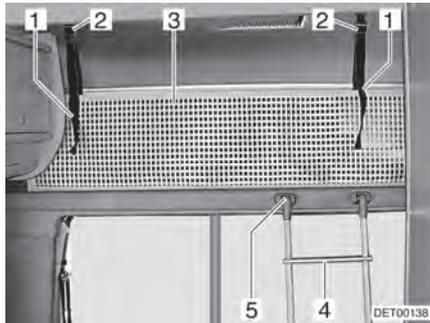

Fig. 70 Cama de alcoba
Para subir a la cama de alcoba, utilizar la escalera de ascenso (Fig. 70,4) equipada de serie.
- Enganchar la escalera con los largueros en el soporte (Fig. 70,5) del panel de la alcoba.
La red de seguridad (Fig. 70,3) viene de serie entre el colchón y el somier. Apenas extender la red de seguridad cuando las personas ya se encuentren en la alcoba.
- Dejar que las cintas de sujeción (Fig. 70,1) engatillen en los soportes (Fig. 70,2) en el techo.